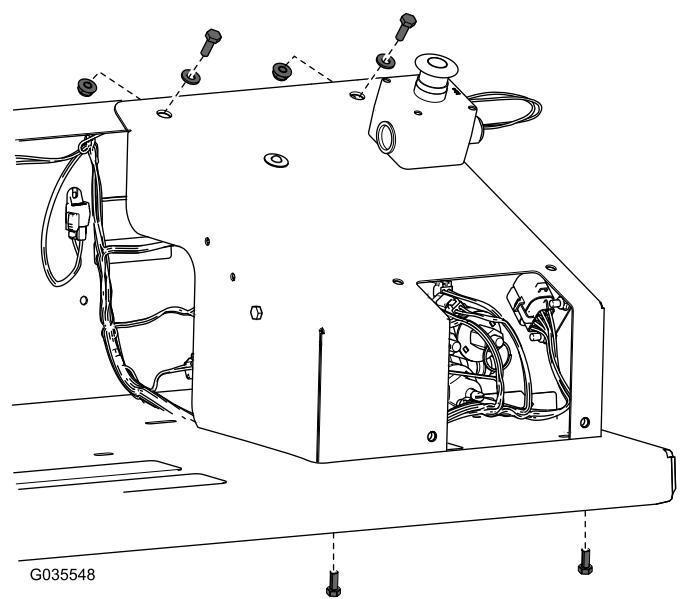

図 20
11. 保存してあったボルト、ワッシャ、ナットを使ってカバーをフェンダガードに固定する図 20。